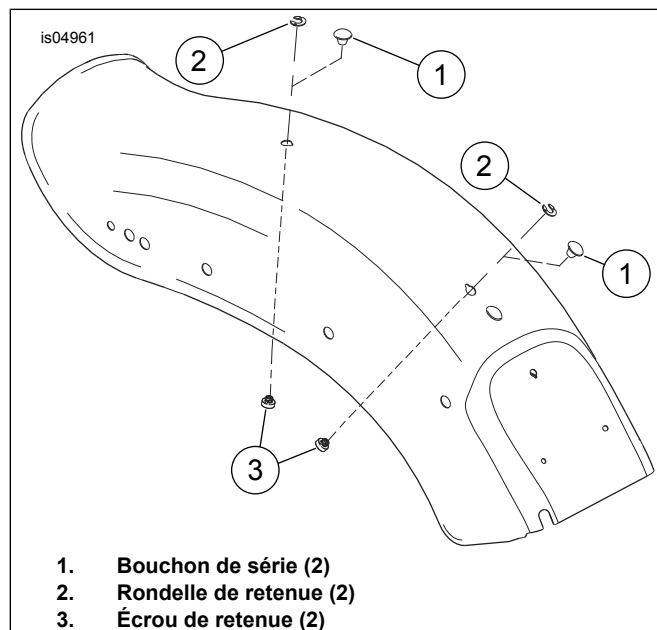

Figure 1. Retirer les bouchons et installer l'écrou de retenue.
2. Voir Figure 1. Retirer les deux bouchons de série (1) du dessus du garde-boue arrière.